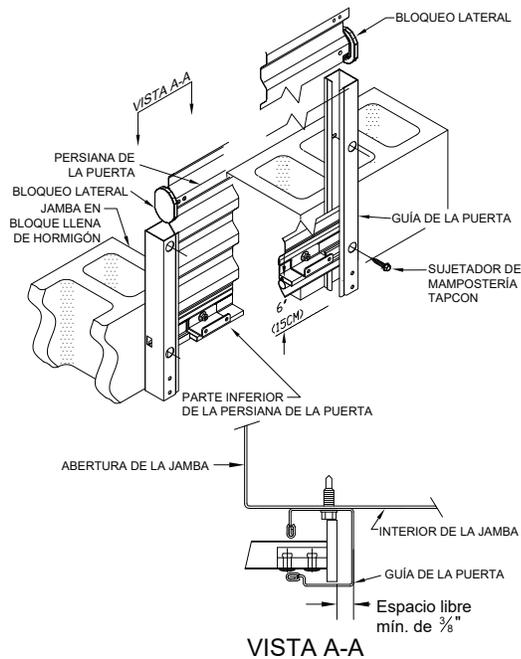

Figura 7.
8.1 Jale la puerta hacia abajo a que quede a 6" del piso. Ajuste las guías de la puerta de forma que quede un espacio de 3/8" entre el bloqueo lateral del montaje de la persiana de la puerta (que se muestra en la Figura 7) y la parte interior de las guías de la puerta.